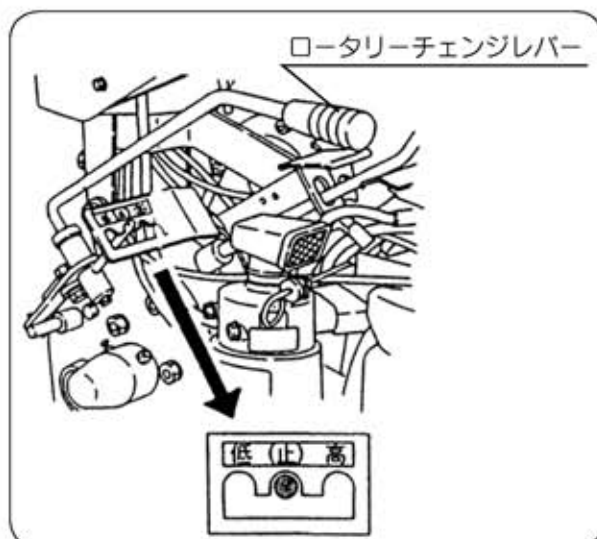

図5
- ②ロータリーチェンジレバーを【止】の位置にします。(図5)